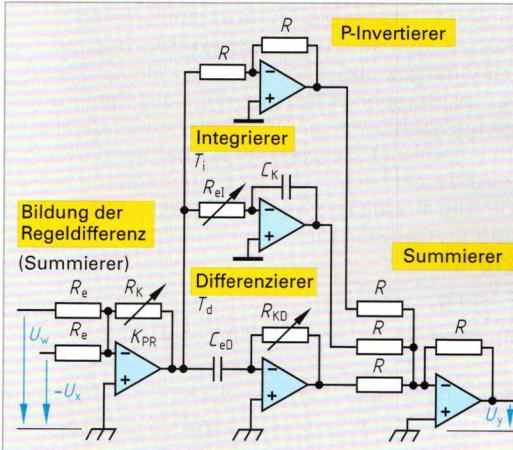

Bild 1: PID-Regler mit Operationsverstärker
6. In **Bild 1** sind 6 gleiche Widerstände  $R$  vorhanden. Warum ist der Wert von  $R$  ohne Einfluss auf den Regler?
Die Regelgröße  $x$  soll bei Sprüngen von  $w$  schnell den neuen Beharrungswert erreichen (Bild 1). Regelstrecken mit Verzugszeit  $T_e$  und Ausgleichszeit  $T_d$  stellt man oft nach dem Verfahren von Ziegler und Nichols1 ein.